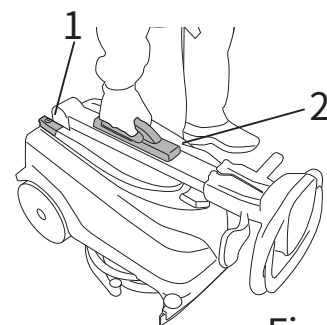

Fig.6
- メインスイッチで機械の電源を切ります (図6、参照1)。
- ハンドルのシャフトをつかみ、本機を持ち上げます (図6、参照2)。